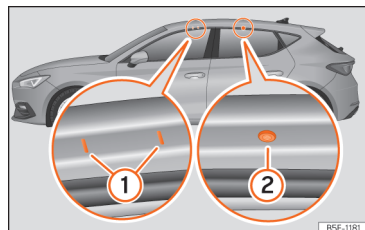

Fig. 197 Pontos de fixação das barras longitudinais para a bagageira do tejadilho (Leon).
Válido para Leon: Os pontos de fixação dianteiros e traseiros (1) e (2) só se podem ver com as portas abertas >>> Fig. 197.